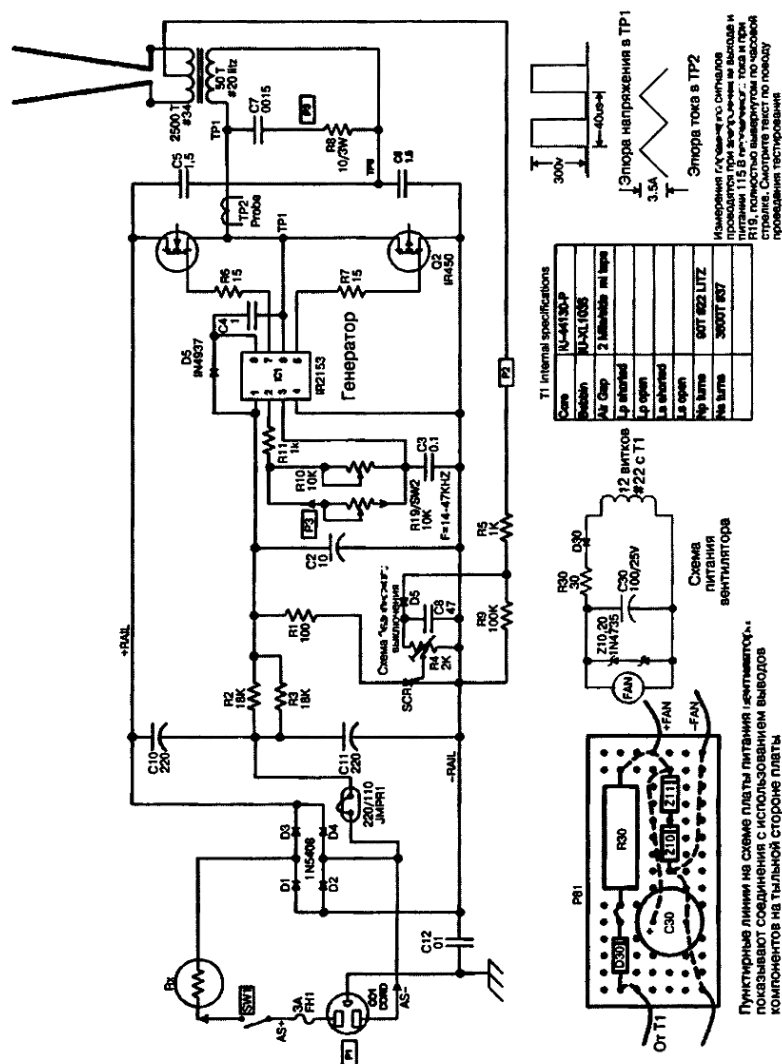
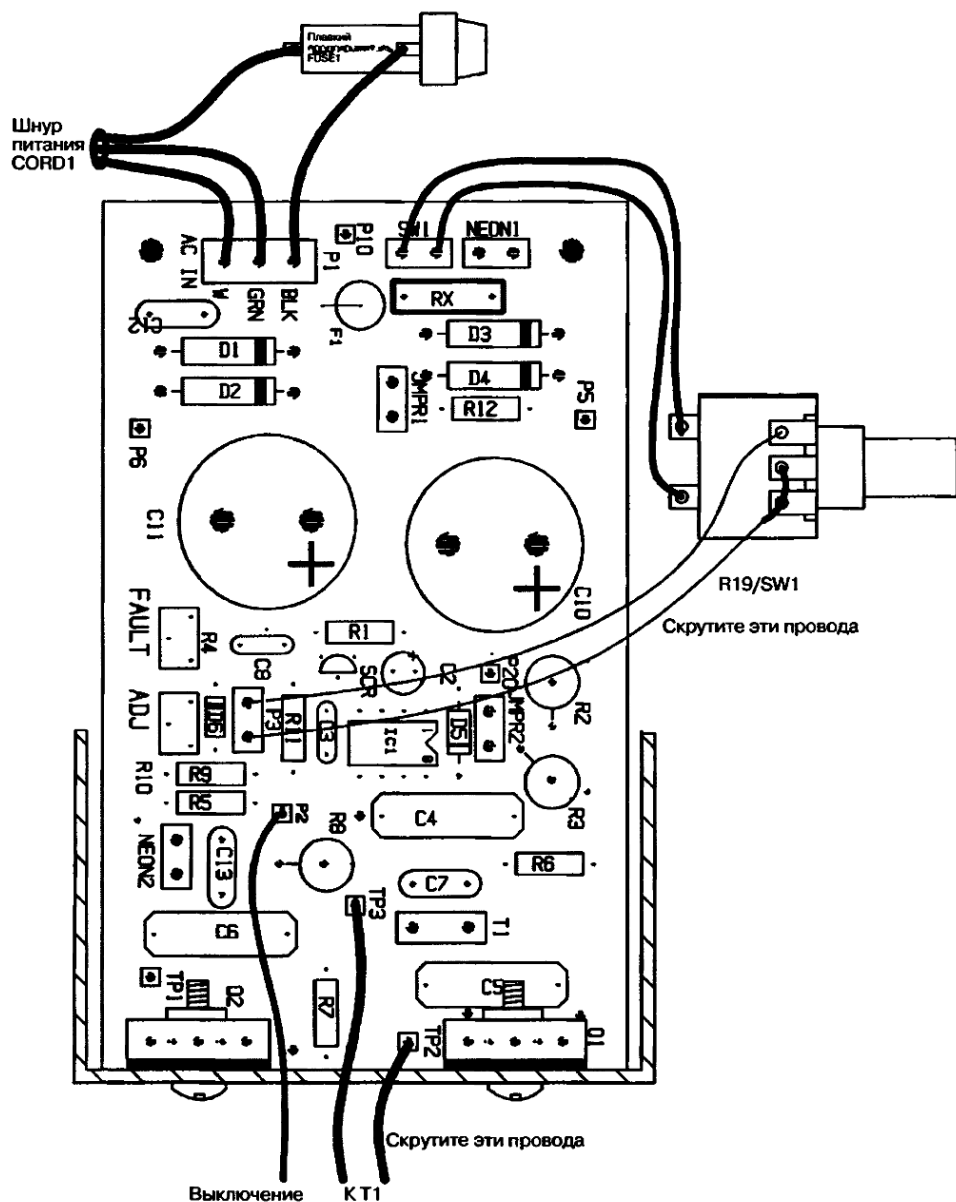

Рис. 19.2. Принципиальная схема устройства «Лестница Иакова»
Рис. 19.3. Размещение компонентов на плате PCB и внешние подключения первой стадии
| PC1 | 1 | Печатная плата и соединения, показанные на рис. 19.3 | #PCLINE |
питания лазера, и реактивной балластной нагрузки L1, но добавлена схема безопасного отключения, показанная на рис. 19.2. Эта схема обнаруживает любые аномальные токи через землю, которые могут быть вызваны случайным контактом с одним из элементов лестницы. Ток теперь течет через резистивный делитель R5–R9 и смещает диод D6 в прямом направлении в область проводимости. Конденсатор C8 и переменное сопротивление R4 выпрямляют напряжение с выхода трансформатора T1. Переменное сопротивление устанавливает точку срабатывания закорачивающего переключателя на триодном тиристоре (тринисторе) – SCR, Silicon-Controlled Rectifier, который открывается, закорачивает напряжение питания стабилизатора напряжения IC1 и выключает цепь питания низкого и, соответственно, высокого напряжения. Таким образом, любой контакт экспериментатора или посетителя с элементом лестницы приводит к быстрому отключению высоковольтного напряжения.
1. Изучите рис. 19.3 и 19.4, показывающие сборку платы питания и все ее внешние подключения, в том числе с трансформатором T1 и вентилятором FAN. Соберите плату, как показано, добавив компоненты безопасного отключения (см. рис. 19.2). Дополнительные радиоэлементы R1, R4, R5, R9, C8, C12, D6, тринистор SCR включены в спецификацию (см. табл. 19.1).
3. Соберите плату основного питания (см. рис. 19.3).
Для проверки работы схемы выполните следующие действия (см. рис. 19.2):
Поверните ось R19 до упора по часовой стрелке и быстро настройте R4 на генерацию импульсов с периодом повторения 40 мкс (соответствует частоте повторения 25 кГц), см. рис. 19.2. Затем поверните ось R9 полностью против часовой стрелки.